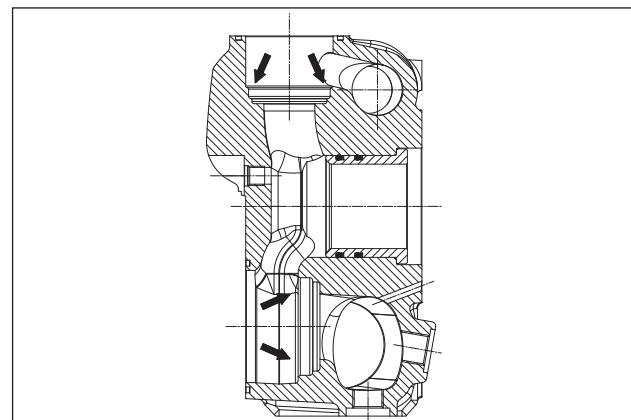

Fig. 145
Prima di riposizionare i gruppi valvola pulire ed asciugare perfettamente i relativi alloggiamenti nella testata indicati dalle frecce (pos. ①, Fig. 145).